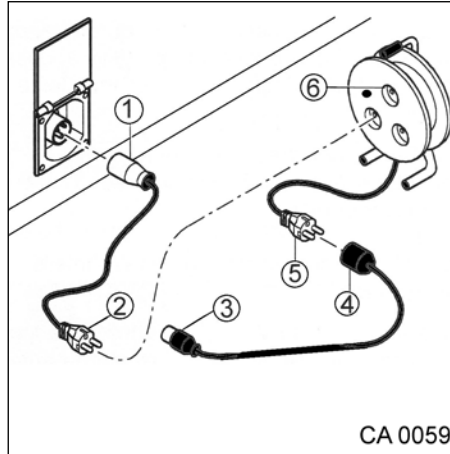

Fig. 80 Raccord de câble
Raccord d'accouplement CEE (Fig. 80, pos. 1) avec contact de protection et fiche (Fig. 80, pos. 2) avec contact de protection.
prise électrique (Fig. 80, pos. 6) avec contact de protection et fiche (Fig. 80, pos. 5) avec contact de protection.
Raccord d'accouplement (Fig. 80, pos. 4) avec contact de protection et fiche CEE (Fig. 80, pos. 3) avec contact de protection.
3. Enficher le raccord CEE (Fig. 80, pos. 1) .
4. Enficher le raccord (Fig. 80, pos. 3) au dispositif d'alimentation électrique de l'emplacement.